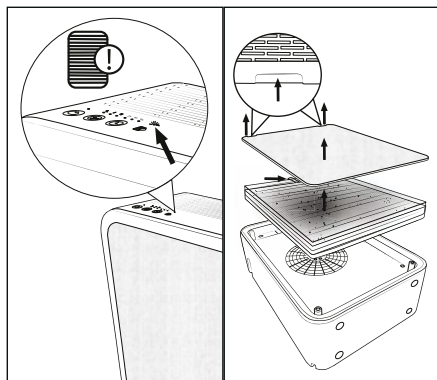

Fig. 6
Lorsque la LED de changement du filtre  **4** clignote (voir fig. 6), le filtre EPA **7** n'est plus en mesure de fournir sa pleine capacité. Vous trouverez des informations pour la commande de filtres de remplacement dans le chapitre **11. Commande de pièces de rechange**.
- ◆ Retirez le cache **6** au niveau des poignées encastrées situées sur la face supérieure de l'appareil (fig. 6).
- ◆ Tirez le filtre EPA **7** par la languette hors de l'appareil (voir fig. 6).